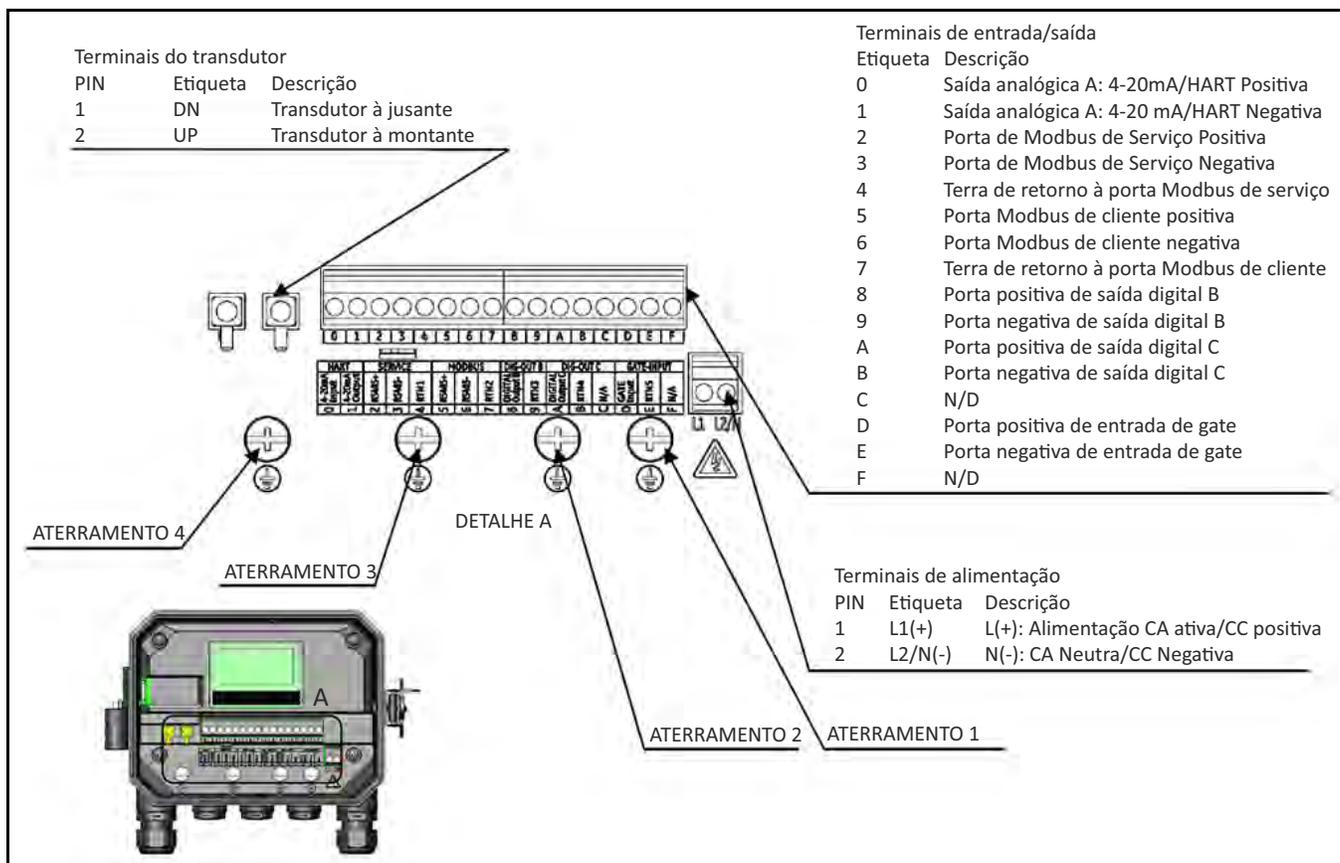
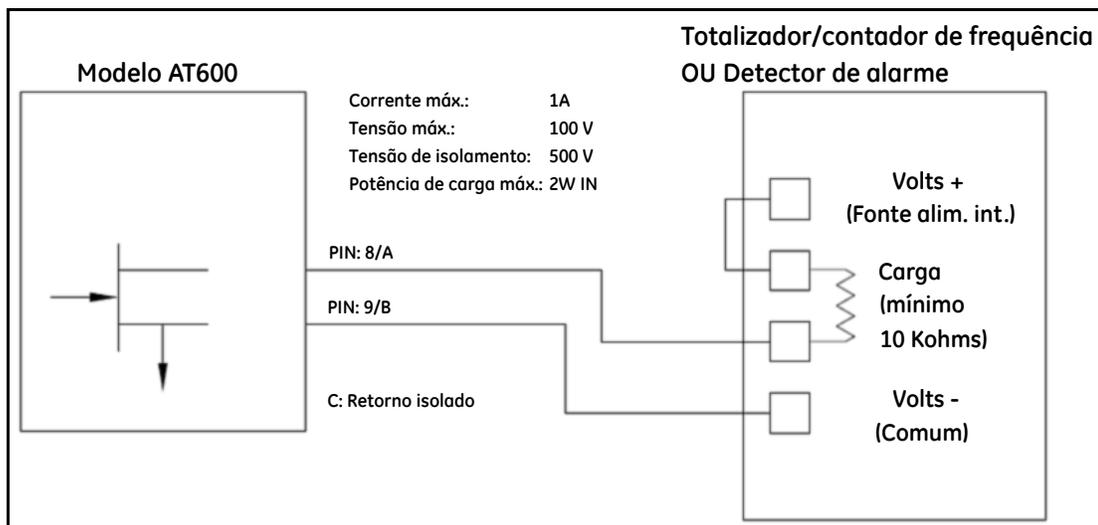

Figura 22: Diagramas de fiação
Figura 27: Fiação de totalizador/Frequência/Saída de alarme
2. Conecte os cabos de força e do transdutor ao AT600; consulte a Figura 22 na página 16.
Esta seção contém instruções para a criação de todas as conexões elétricas necessárias ao medidor de vazão AT600. Consulte Figura 22 abaixo para concluir o diagrama de fiação da unidade.
Consulte Figura 22 na página 16 para localizar o bloco terminal e conectar a alimentação da linha da seguinte forma:
2. Conecte o fio terra à conexão terra interna (TERRA 1) localizada no painel inferior do compartimento (Consulte Figura 22).
3. Conecte o fio neutro ou de linha (ou o negativo - fio de alimentação CC) ao L2/N(-) e o fio de alimentação de linha (ou o cabo de força +CC) ao L1(+) como mostrado em Figura 22 na página 16.
2. Conecte o conector do cabo com camisa “DN” amarela no cabo ao DN e conecte o conector do cabo com camisa “UP” branca no cabo ao UP como mostrado na Figura 22 na página 16. Em seguida, fixe o prensa-cabo.
3. Consulte a Figura 22 na página 16 para a localização de E/S do bloco terminal e conecte o fio do bloco terminal conforme mostrado. Fixe o prensa-cabo.
Para conectar a porta serial RS485 Modbus, consulte a Figura 22 na página 16 e execute as seguintes etapas:
3. Passe uma ponta do cabo através do orifício do prensa-cabo, conecte-a ao bloco terminal e prenda o prensa-cabo como mostrado na Figura 22 na página 16.
Cada totalizador/frequência/saída de alarme requer dois fios. Conecte o bloco terminal de acordo com as atribuições de número de pinos mostradas na Figura 27 abaixo. A Figura 22 mostra diagramas de fiação de exemplo do totalizador/frequência/circuito de saída do alarme.